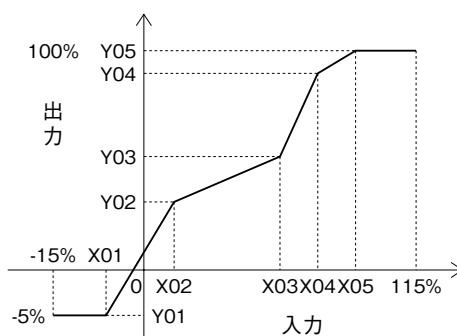

図 1
機能: 入出力の関係を 16 点の折れ点で近似します。折れ点は、入力と出力で一組になります。必要な点のみ、入力 (X) データの小さい順に番号の若い順から設定して下さい。(図 1 参照)